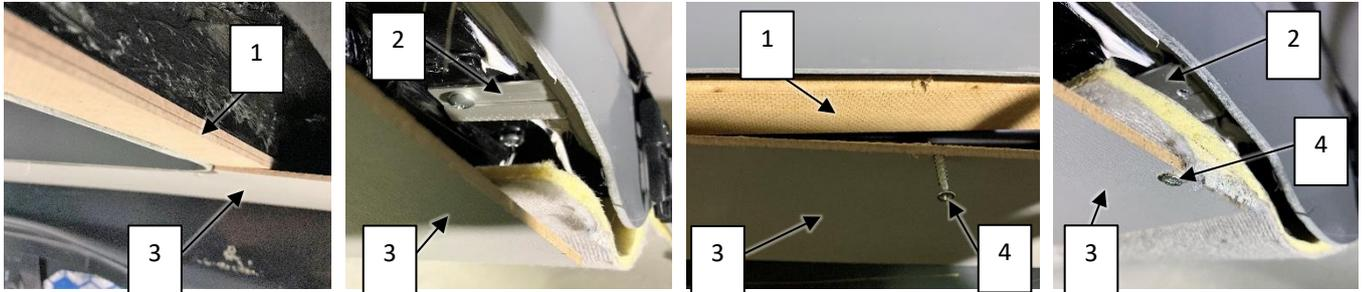
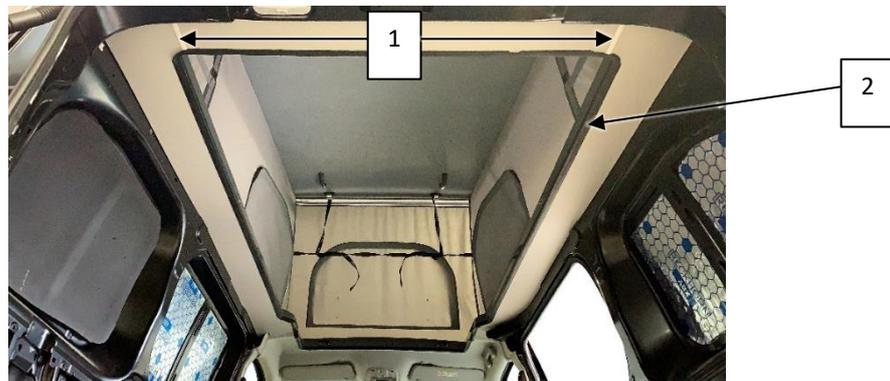

Abb. 10-1: Befestigung der Holzverkleidungen
Abb. 10-2: Dachhimmel mit Verkleidungsset
- Holzstücke (s. Abb. 10-1, 1) zum Höhenausgleich auf den Metallrahmen kleben
- Zum besseren Halt des Dachhimmels werden die Metallplatten (2) an den B-Säulen angeschraubt
- Verkleidungsstücke (3) nach Belieben beziehen und anschrauben (4)
- Spalte zwischen den Verkleidungsstücken abdecken (s. Abb. 10-2, 1)
- Übergang vom EasyFit-Rahmen zum Dachhimmel durch das Lippenprofil (s. Abb. 10-2, 2) abdecken